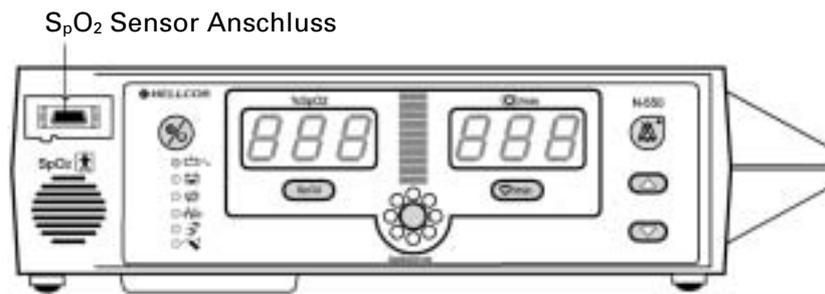

Abbildung 4: Anschließen eines DOC-10 Sensorkabels am N-550
6. Schließen Sie das DOC-10 Kabel an den Sensoranschluss auf der Vorderseite des N-550 an (siehe Abb. 4).